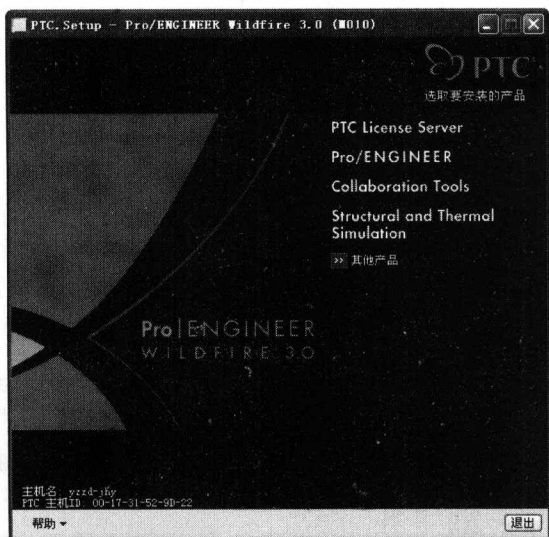

图 1-8 选取要安装的产品
(5) 弹出如图 1-8 所示的【选取要安装的产品】对话框, 根据需要选择要安装的产品, 选择【Pro/ENGINEER】选项。